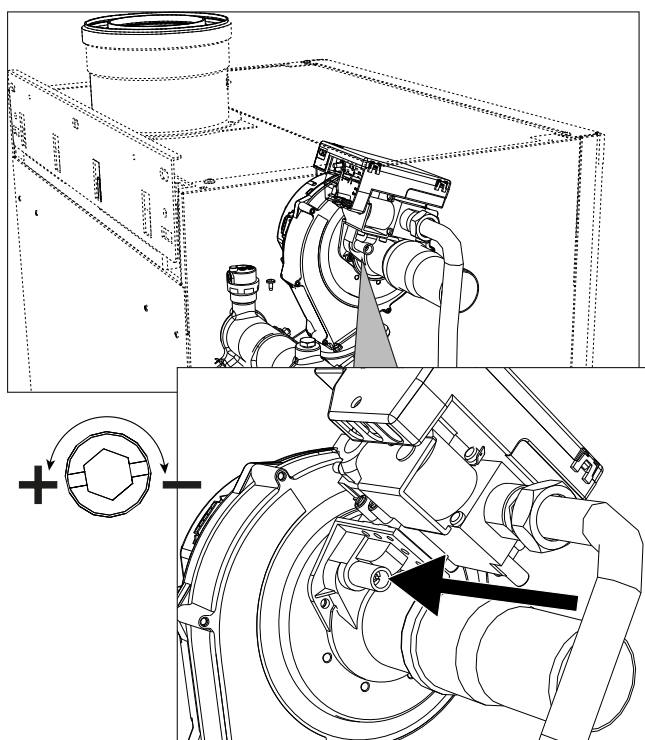
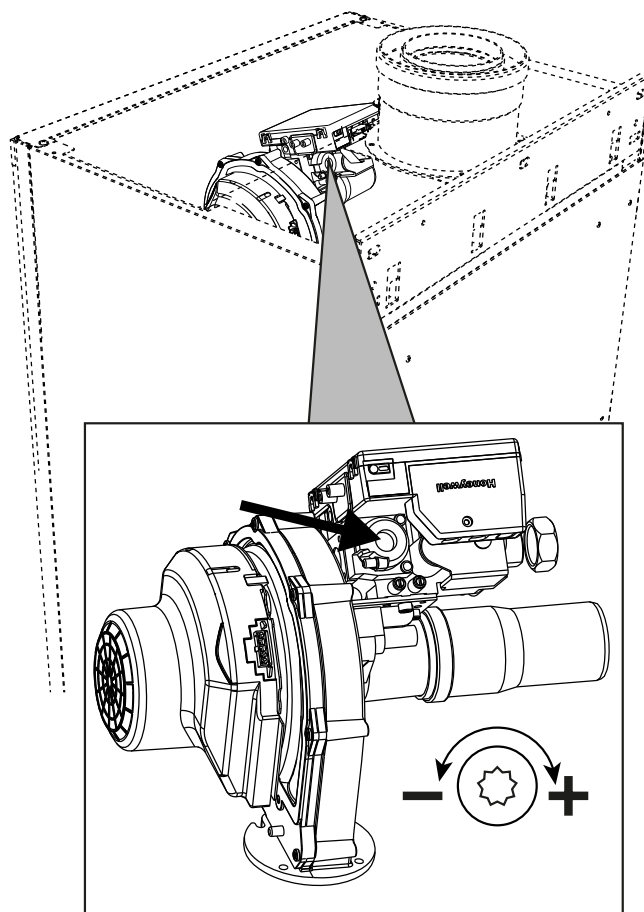
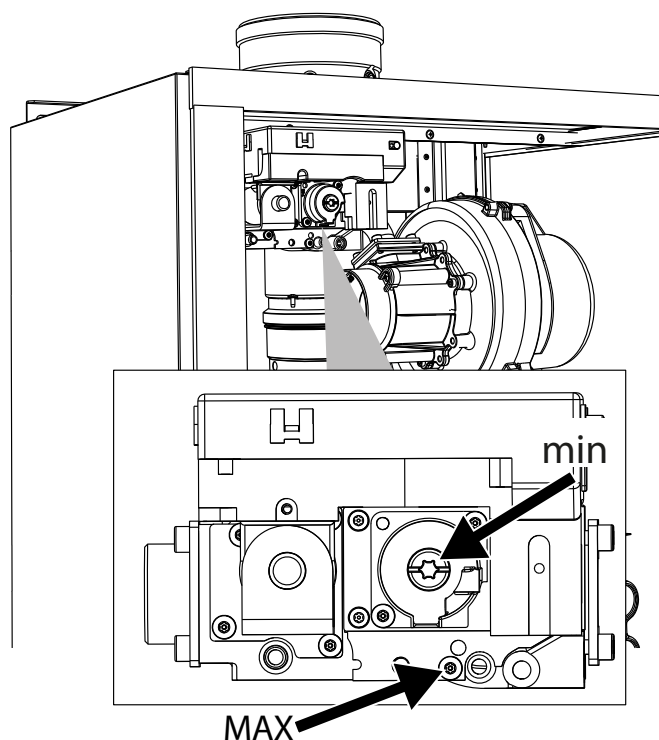

fig. 77 - Regolazione massima modelli W 60 e W 80
fig. 78 - Regolazione minima modelli W 60 e W 80
fig. 79 - Regolazione massima e minima modelli W 99, W 120 e W 150
- Nel caso in cui i valori siano diversi da quelli indicati, regolare la CO₂ attraverso la vite di regolazione massima portando i valori della CO₂ indicati. Vedi **fig. 77** per modelli **W 60** e **W 80** oppure **fig. 79** per modelli **W 99**, **W 120** e **W 150**.
- Nel caso in cui i valori della CO₂ siano diversi da quelli indicati, regolare delicatamente la vite di “OFFSET” minima verificando che la CO₂ sia corretta. Vedi **fig. 78** per modelli **W 60** e **W 80** oppure **fig. 79** per modelli **W 99**, **W 120** e **W 150**.